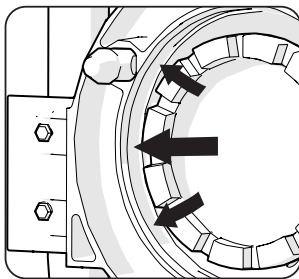

Fig. 25
- El anillo anular hembra está situado alrededor del eje de entrada del accesorio. (Fig. 25)